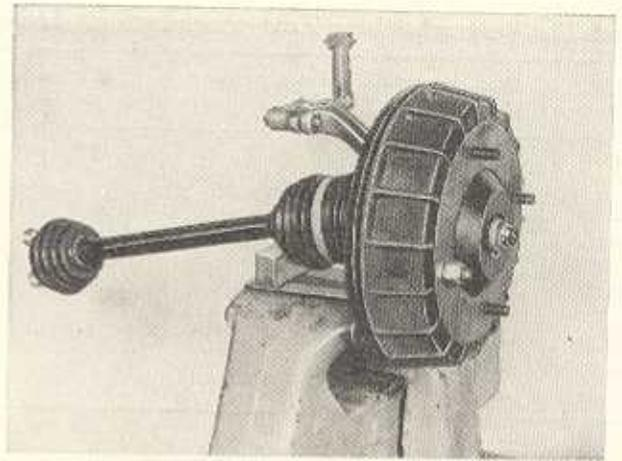

Bild F 35. Vorderradantrieb im Schraubstock mit Weichmetallbacken eingespannt
- Vorderradantrieb im Schraubstock mit Weichmetallbacken einspannen (Bild F 35). Bremsstrommel abheben (Bremsstrommel ist nur aufgesteckt, eventuell mit Hammerstiel losschlagen) (s. Bild F 71).